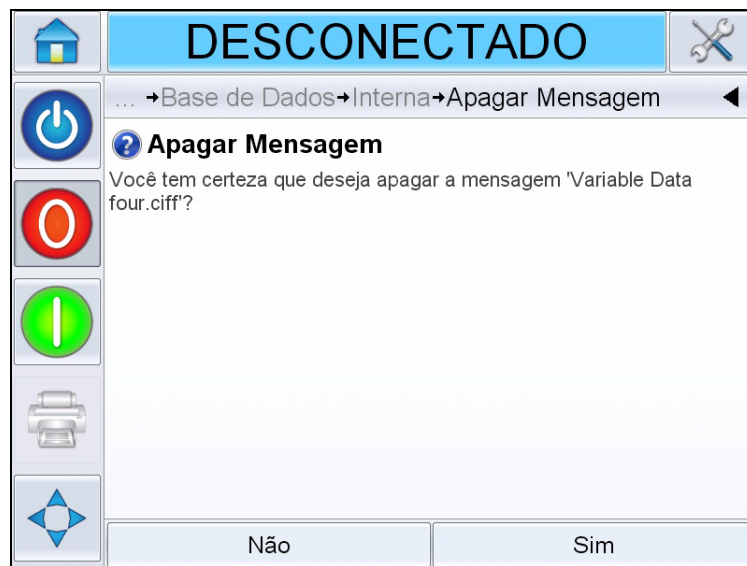

Figura 6-14: Tela de Confirmação
- 6 Confirme o trabalho a ser removido (consulte Figura 6-14).